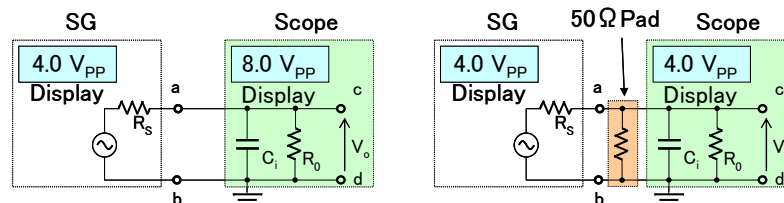

図 9. 50 Ωターミネーター(終端器)を挿入しない場合(左)と挿入した場合(右)の表示振幅の違い
- (7) SG ディスプレイに表示される振幅絶対レベルは、SG の内部抵抗 R_s と負荷抵抗 R_o の整合が取れたときの値を示している。実験 2-(5) および 2-(6) の測定結果を参考にして、50 Ω 終端器を挿入しないとき(図 9 左)、および挿入したとき(図 9 右)とでオシロスコープ表示振幅が異なって表示される現象を確認せよ。
- (8) Scope1 の代わりに Scope3 (デジタルオシロ) を用いて振幅と周波数を画面上に表示せよ。